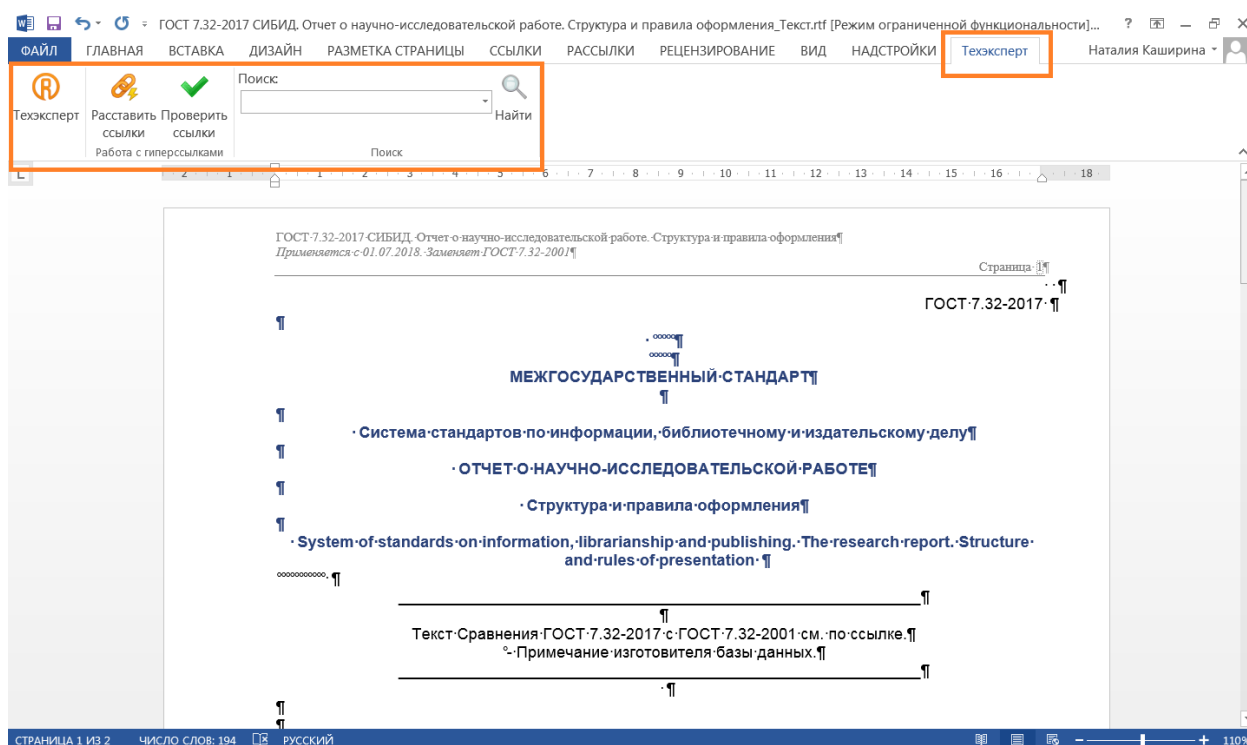

Рис. 14. Интеграция с MS Word
**ИНТЕГРАЦИЯ с Word и Excel** (рис. 14) предоставляет вам следующие функции: